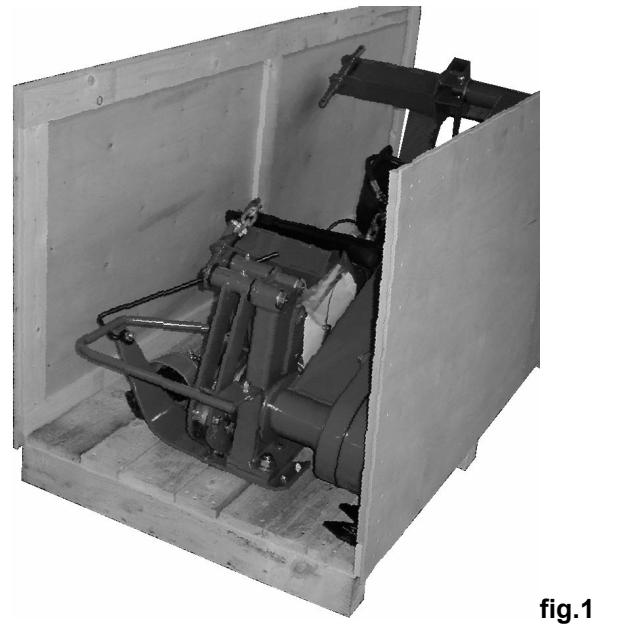

fig.1
- aprire la cassa d'imbocco (fig.1);
- open the packing crate (fig.1);
- ouvrir la caisse d'emballage (fig.1);
- abrir la caja de embalaje (fig.1);
- Den Verschlag öffnen (Abb.1);